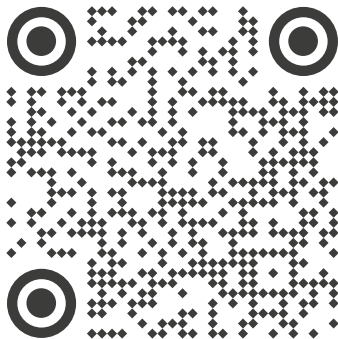

Рис. 1. Руководство пользователя контроллера и приложение для настройки
- 3.2. Установите нужную величину тока при помощи контроллера NFC (рекомендуется использовать контроллер FEIG CPR30+) и приложения Arlight Configurator для смартфона под управлением Android или для ПК. Воспользуйтесь QR-кодом [рис. 1] для скачивания приложения Arlight Configurator и ознакомления с руководством пользователя.